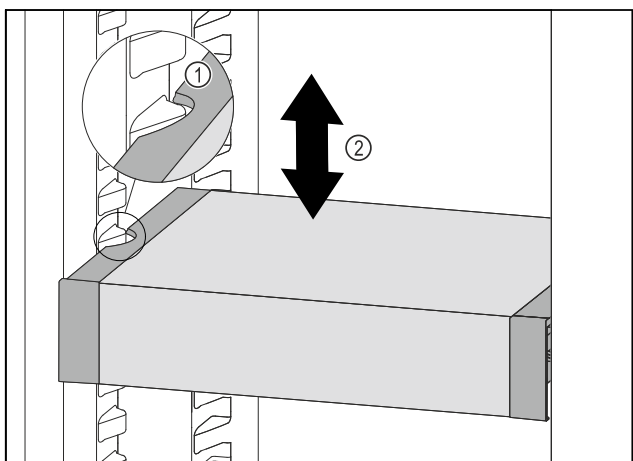

Fig. 90
- ▶ Tirare VarioSafe in avanti fino a quando le cavità laterali di VarioSafe non si trovano al livello della nervatura del contenitore nel vano frigorifero. Fig. 90 (1)
- ▶ Spostare VarioSafe verso l'alto o verso il basso nel vano frigorifero fino a raggiungere l'altezza desiderata. Fig. 90 (2)